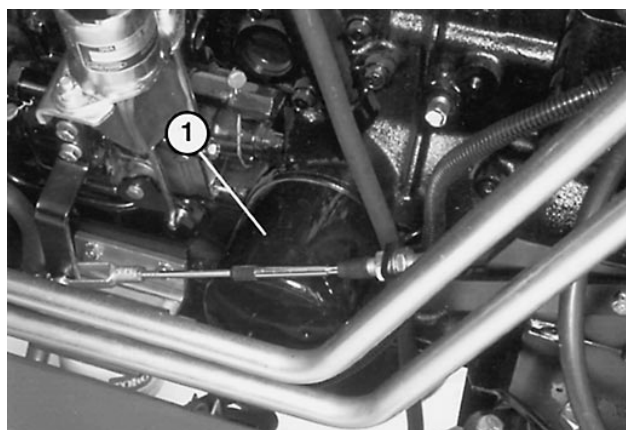

Figure 36
3. Retirer le bouchon de vidange et laisser s'écouler l'huile dans le bac de vidange. Déposer et remplacer le filtre à huile (Fig. 36) (se reporter au catalogue de pièces pour connaître le numéro de référence). Enduire d'huile le joint torique filtre et serrer le filtre à la main.